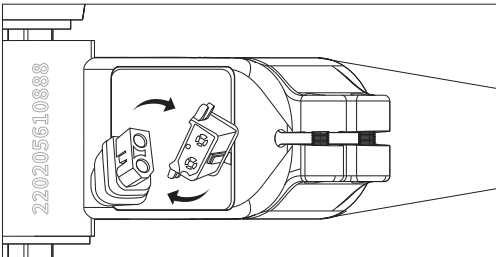

Abbildung 7-2
- Verbinden Sie das Kabel zwischen dem Akku und dem Controller, wie in [Abbildung 7-2] gezeigt.